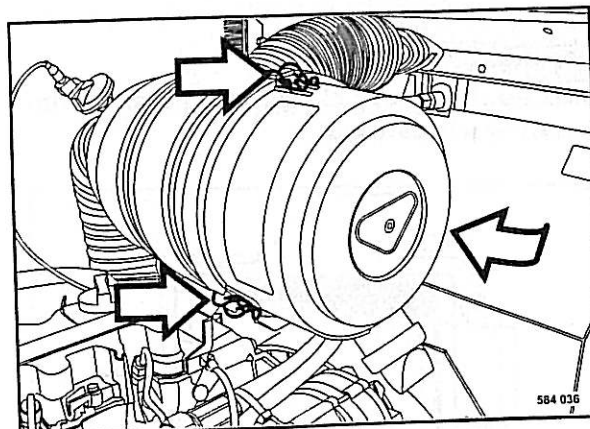

Fig. 130
- Soltar el gancho de resorte (Fig. 130) y retirar la cubierta del filtro.